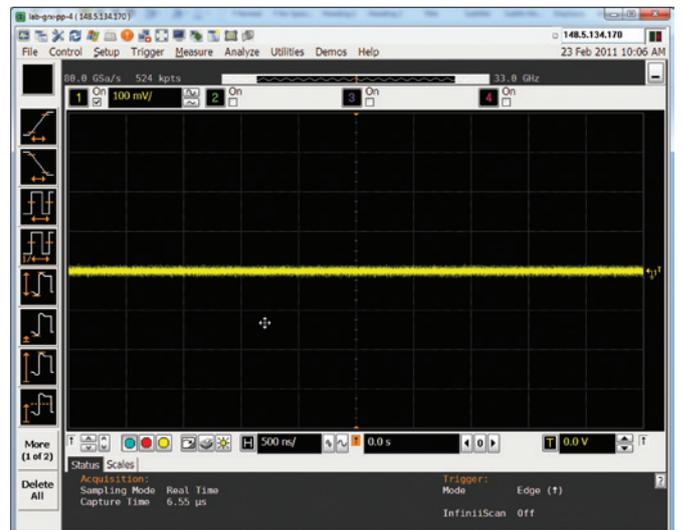

图 2. 在本例中，采样率是 80 GSa/s
5. 将时间尺度更改为 500 ns/div。注意每个厂商的时间尺度不同。确保采样率保持恒定 (图 2)。